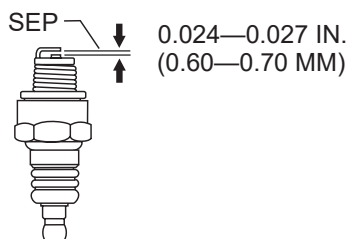

Figura 31. Separación entre puntas de la bujía
5. Mida la distancia entre electrodos de la bujía (Figura 31) con un calibre de láminas tipo alambre. Si es necesario, ajuste la distancia a 0.024"-0.027" (0.6-0.7 mm), doblando con cuidado el electrodo lateral.